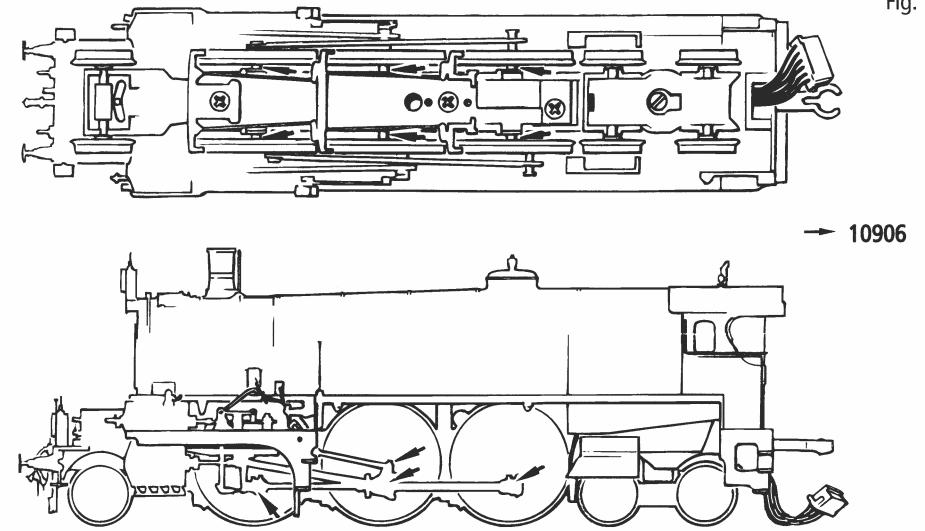

Fig. 13
6. Kohlebürstenwechsel: Tendergehäuse abnehmen (Fig. 8). Danach wird der Motor **ausgebaut** (Fig. 13) und die **Kohlebürsten ausgewechselt**.
Démontez la caisse du tender (voir fig. 8). Sortez ensuite le moteur de son logement (voir fig. 13) et échangez finalement le balais.
6. Carbon Brush Changing: First **remove** tender body (fig. 8), and then the **motor** (fig. 13).
1. siehe Fig. 13